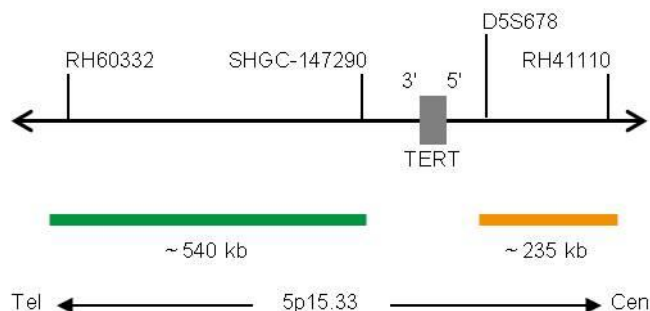

Fig. 1: SPEC TERT Mapa da sonda (sem escala)
- Polinucleótidos (~10 ng/μl) com marcação ZyGreen (excitação 503 nm/emissão 528 nm), dirigidos ao mapeamento de sequências alvo em 5p15.33* (chr5:620,184-1,161,456) distais à região de quebra do TERT (ver Fig. 1).
- Polinucleótidos (~4.5 ng/μl) com marcação ZyOrange (excitação 547 nm/emissão 572 nm), dirigidos ao mapeamento de sequências alvo em 5p15.33* (chr5:1,353,007-1,588,209) proximais à região de quebra do TERT (ver Fig. 1).